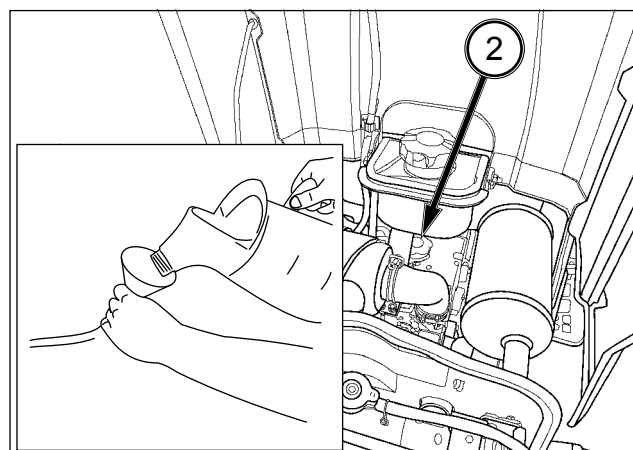

FIG. 91
FIG. 91 : Pour ajouter de l'huile, ouvrez le capot moteur et enlevez le bouchon de remplissage (2). Ajoutez de l'huile à l'aide d'un entonnoir pour ne pas répandre de l'huile. Vérifiez que le niveau d'huile se situe entre les repères supérieur et inférieur de la jauge après avoir ajouté de l'huile.